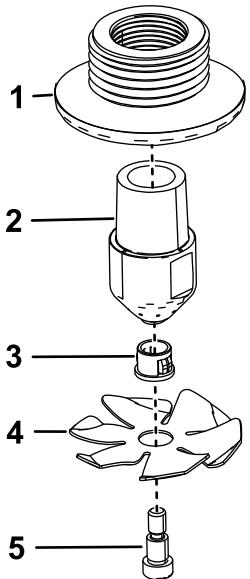

Bild 17
1. Montieren Sie die 2 Spüldüsen, wie in Bild 17 gezeigt.